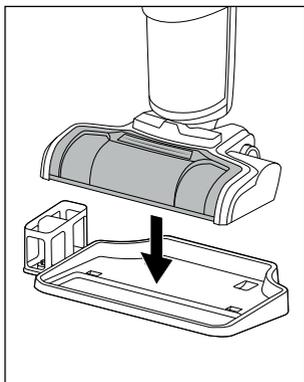

Fig. 31
- ◆ Collocare l'apparecchio spento sulla base **4** della stazione di parcheggio e pulizia (vedere fig. 31).